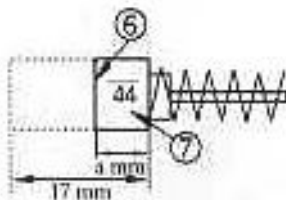

Fig 7
Le moteur utilise des balais de charbon qui sont des pièces d'usure ; un balai de charbon excessivement usé pouvant entraîner un dysfonctionnement du moteur, il convient de le remplacer. Limiteur d'usure (6) Nombre de balais de charbon (7). (Voir Fig. 7)